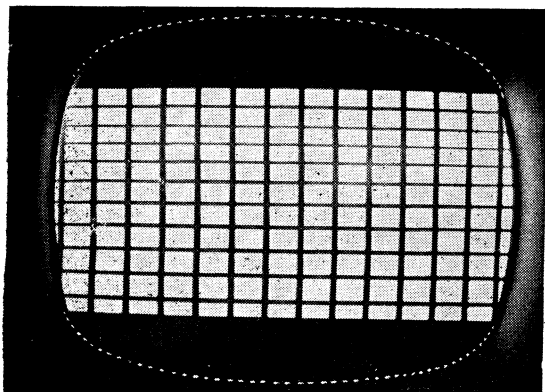
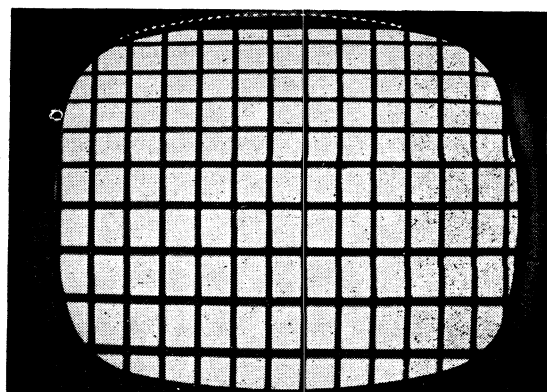

Fig. 3 (à droite). — En augmentant la valeur de R_{13} on provoque un tassement dans le bas.
Fig. 4 (à droite). — En diminuant la valeur de R_{13} on provoque un étalement dans le bas.
que R_{13} est en court-circuit, nous obtenons l'image de la figure 3, trop courte et trop tassée dans le bas. Au contraire, si nous introduisons la totalité de R_{13} dans le circuit (curseur vers la masse), l'image obtenue devient celle de la figure 4 : trop d'amplitude dans le bas, avec étalement dans le sens vertical des barres horizontales.
4. — Si la linéarité verticale laisse à désirer, retoucher R_{13} dans le sens voulu (comparer avec les figures 3 et 4) ;